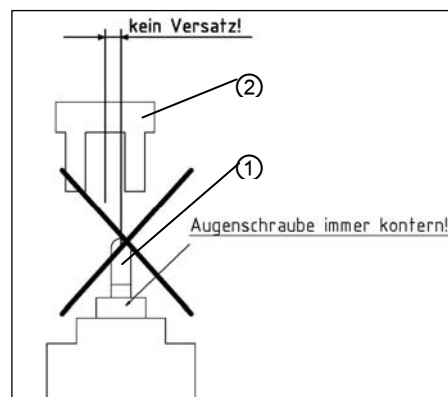

Bild 1
Die Motorausenschraube ① soll sich, ohne seitlichen Druck auf den Motor, in den Lichtkuppelgriff (z. B. Lagerbock ②) einschwenken lassen. Dies gilt insbesondere für die eingefahrene aber auch für die ausgefahrene Motorstellung (Bild 1). Die Mindesteinschraubtiefe der Augenschraube ① beträgt 14 mm. Wenn der Verstellbereich der Augenschraube ① nicht ausreicht, Öffner etwas ausfahren und danach einbauen. Beim Schließen schaltet der Öffner über die Lastabschaltung ab.